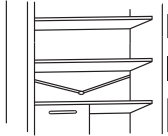

Abb.20
- Die Ablassleitung des Wassers (Abb.20) im Kühlschrankbereich sauber halten, um Wasser darin zu vermeiden.